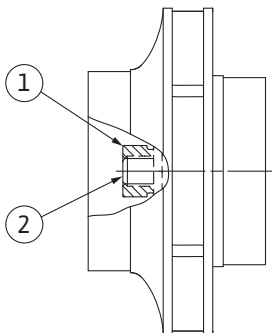

Fig. 107: A járókerékanya megfelelő helyzete a telepítés után
8. Tartsa erősen a tengelyt egy csavarkulccsal (kulcsszélesség: 22 mm) és a járókerék anyáját az előírt meghúzási nyomatékkal húzza meg (lásd „Meghúzási nyomatékok” [► 28] táblázatot). Az anyának (Fig. 107, 1. poz.) kb. $\pm 0,5$ mm-re illeszkednie kell a tengelyvéghez (Fig. 107, 2. poz.). Ellenkező esetben lazítsa ki az anyát, és ismételje meg a 4 – 8. lépéseket.